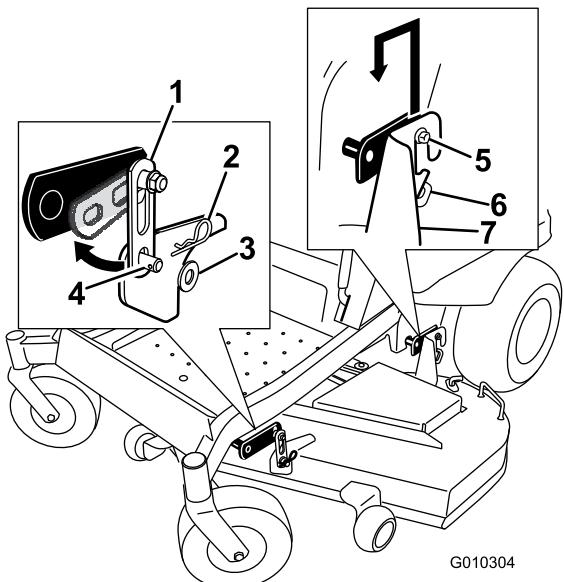

Figura 75
- Retire o equipamento dos suportes de suspensão frontal da plataforma em ambos os lados da plataforma (Figura 75).
- Eleve cuidadosamente a plataforma dos parafusos do suporte de suspensão traseira e baixe a parte da frente da plataforma do cortador até ao solo (Figura 75).
- Instale o suporte frontal na plataforma do cortador nos suportes de suspensão frontais da plataforma e prenda-os com uma anilha e um contrapino (Figura 75).
- Levante a parte de trás da plataforma de corte e oriente os suportes de suspensão por cima dos parafusos do suporte de suspensão traseiro (Figura 75).